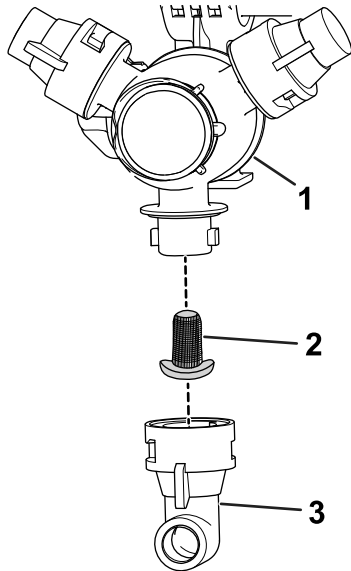

Figura 32
2. Retire la boquilla de la torreta de fumigación (Figura 32).
3. Retire el filtro de la boquilla (Figura 32).
5. Instale el filtro de la boquilla (Figura 32).
6. Instale la boquilla en la torreta de fumigación (Figura 32).